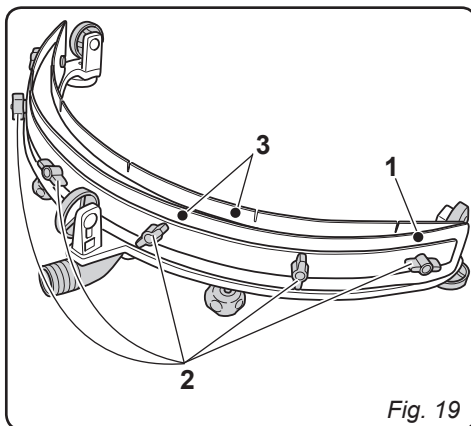

Fig. 19
11.1.f - Substituição das partes em borracha do mecanismo limpador (Fig. 19)